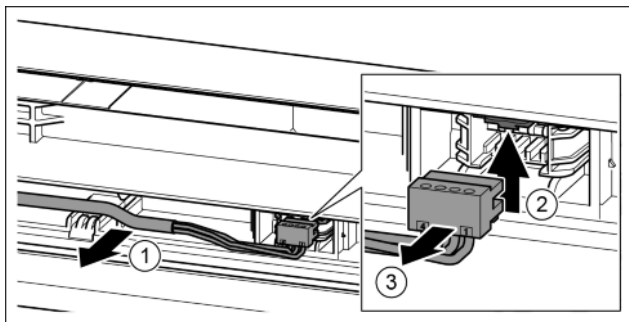

Fig. 21
- ▶ Осторожно высвободить серый кабель из направляющей в двери. Fig. 21 (1)
- ▶ Отжать соединительную накладку вверх. Fig. 21 (2)
- ▶ Осторожно извлечь штекер. Fig. 21 (3)